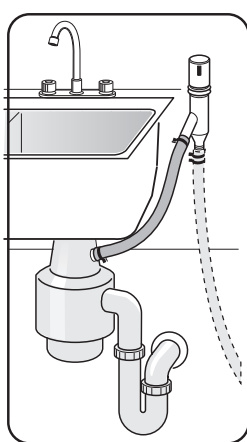

Figure 27
- 4 Sur la connexion de vidange lave-vaisselle d'un broyeur par un intervalle d'air, **figure 27.**